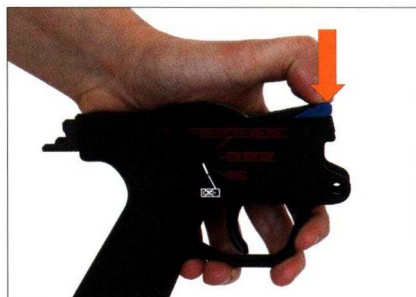

Abb. 26: Auslösehebel drücken
4. Auslösehebel vollständig nach unten drücken (Abb. 26). Der Hahn wird von der Auslöseklinke gehalten.